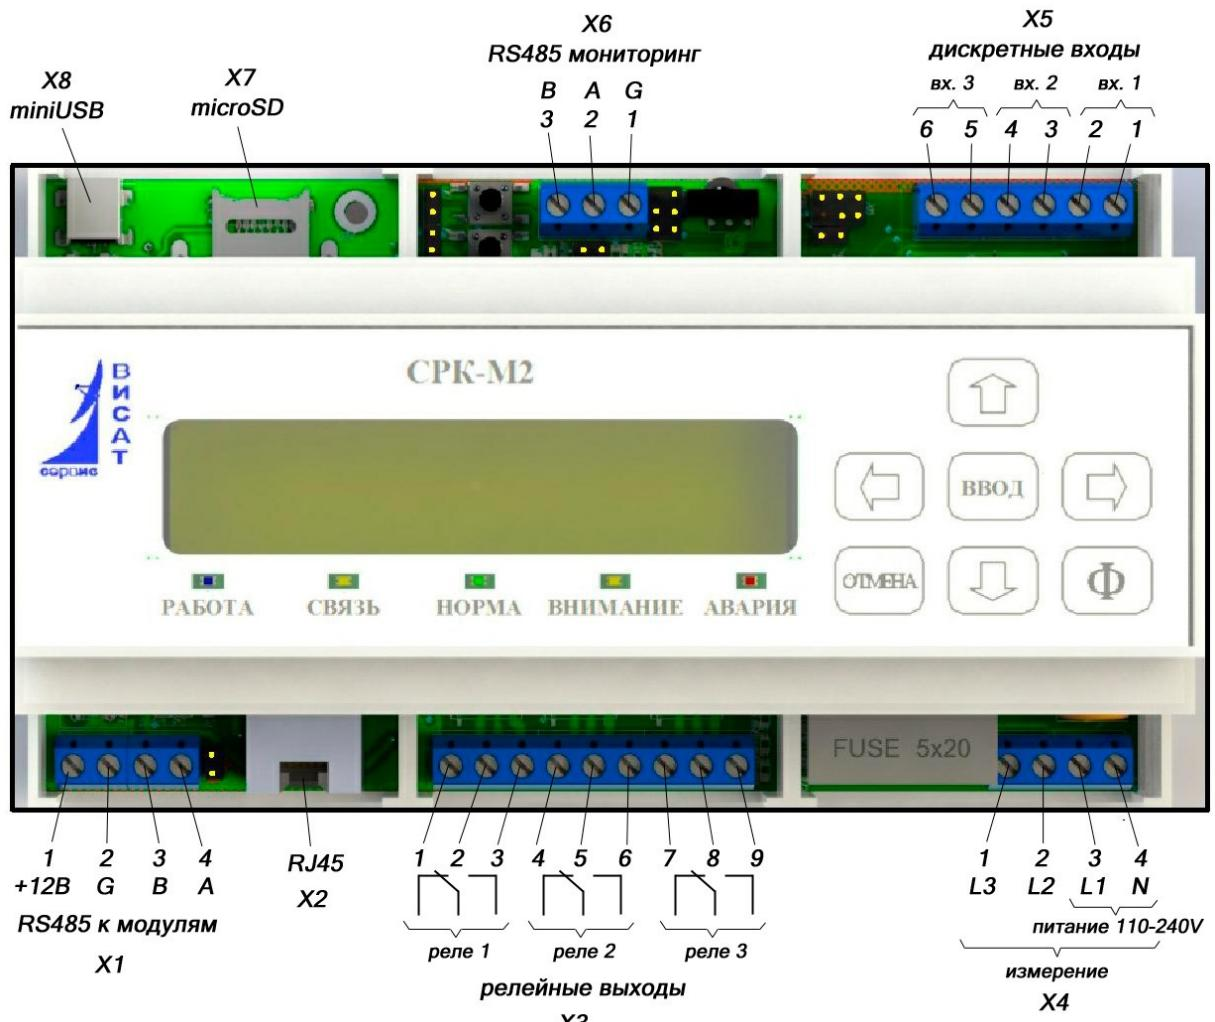

Рисунок 3
- интерфейс RS485 с гальванической развязкой для связи с системой мониторинга и управления (разъем X6, см. рисунок 3);